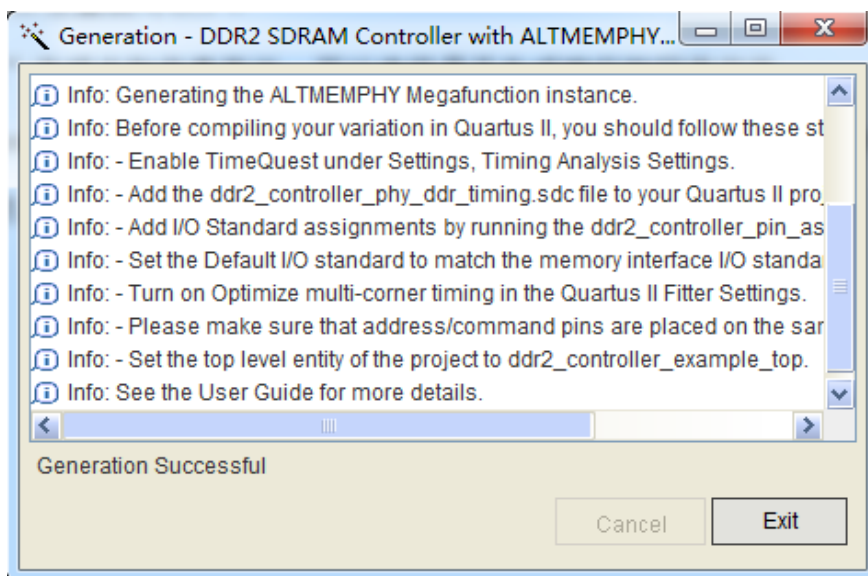

图 12 DDR2 IP 核生成
- ⑤ “Parameter Settings → PHY Settings” 选项卡、“Parameter Settings → Board Settings” 选项卡以及 “Parameter Settings → Controller Settings” 选项卡，通常都不需要额外设置，使用默认设置就可以。
- ⑥ “EDA” 选项卡和仿真有关，可以选择是否生成响应的网表文件。
⑦ “Summary” 选项卡可以选择是否生成一些 IP 核相关的文件，点击“Finish” 就可以生成 IP 核。如图 12 所示，至此 IP 核以及生成完毕。